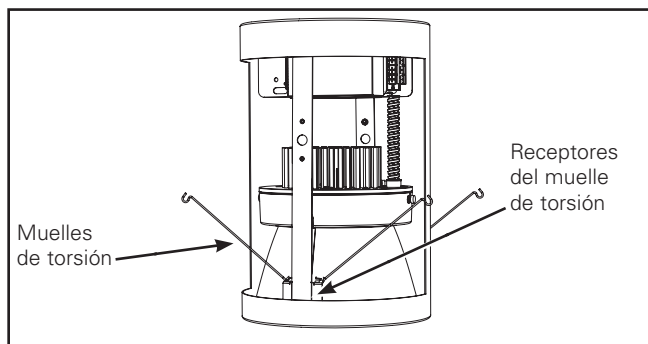

Figura 7.
6. Instale el motor de la luminaria LED y la unidad de la moldura insertando los muelles de torsión en los receptores del muelle ubicados dentro del alojamiento (Figura 7.).